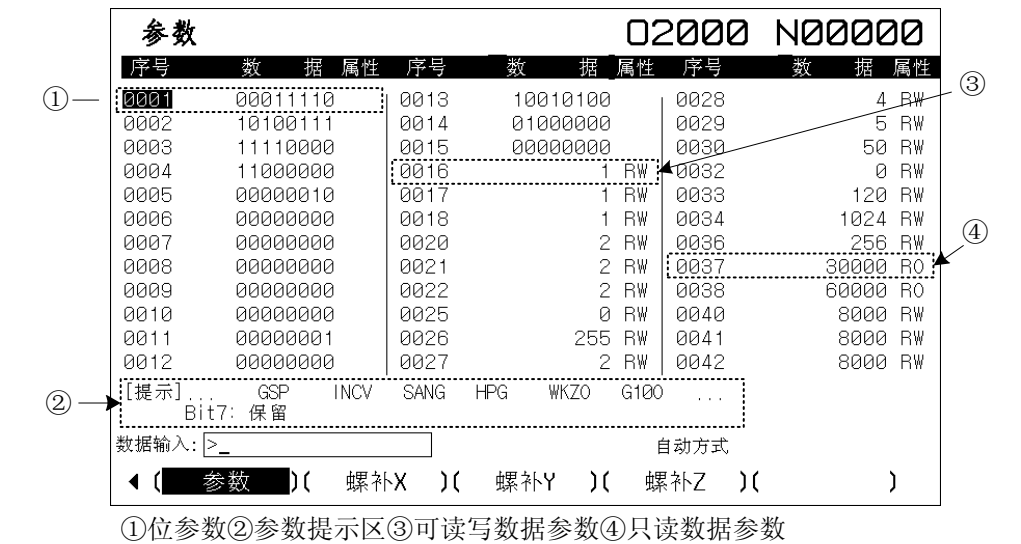

图 10.6-1 参数子画面
参数可分为位参数和数据参数。如图 10.6-1，标注①处，参数 0001 是位参数；标注③处，参数 0016 是字参数。